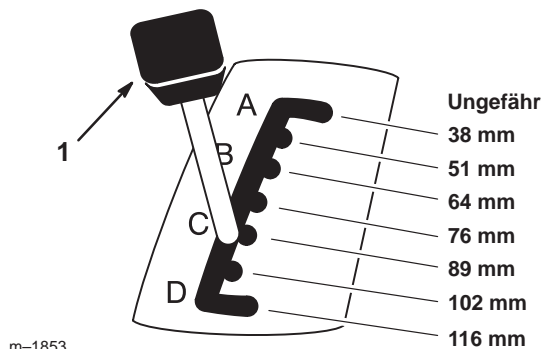

Bild 21
2. Ziehen Sie den Schnitthöhenhebel am Traktor nach oben in die gewünschte Stellung (Bild 21).